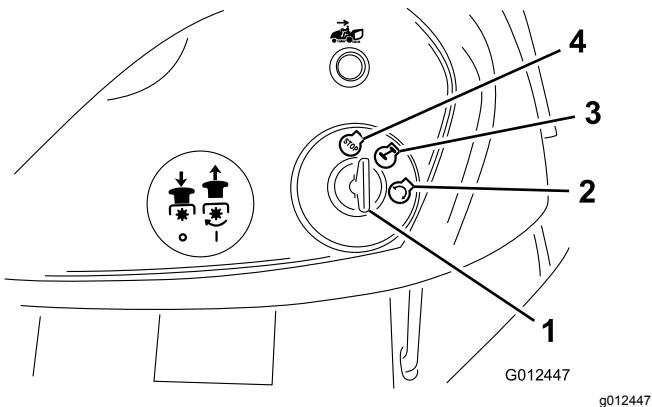

Figura 11
8. Rode a chave da ignição no sentido dos ponteiros do relógio e mantenha-a na posição Start (Figura 11).
- Rode a chave da ignição para a posição Desligar (Figura 11).